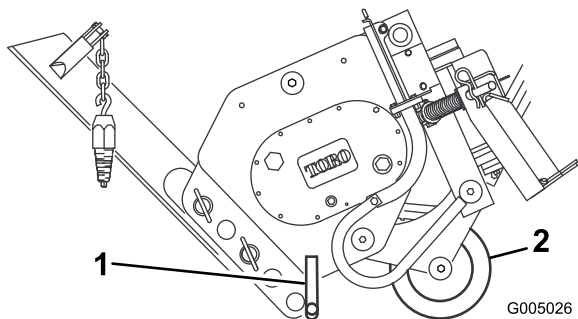

Figura 8
3. Ruotate la lama verso l'alto e fissatela in posizione come illustrato nella Figura 8.
modo che il peso dell'interratore sia sostenuto dal supporto e dal vomere (Figura 8).